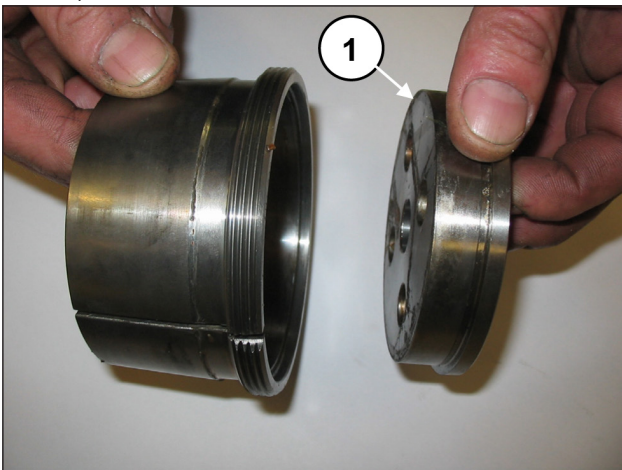

Abb. 23
Lösen Sie die Schrauben der zwei Lagerdeckel (Pos. ①, Abb. 23).